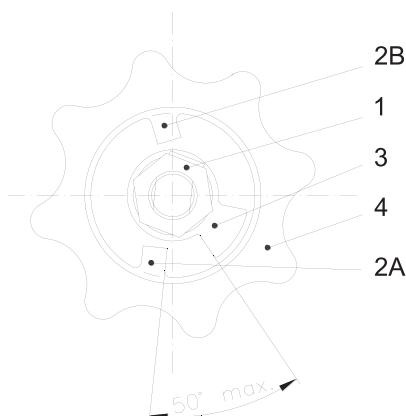

Рисунок 10.
Упор (3) и зуб на ручном колесе (2A или 2B) ограничивают аксиальный люфт в тормозе. Угол между упором и зубом установлен производителем на 50° - см. Рисунок 10. Если угол превышает значение 50° во время использования тормозного устройства, тормоз должен быть отрегулирован заново. Регулировка тормозов производится на подвешенной за верхний крюк рычажной тали. Регулировка должна быть проведена следующим образом: Открутите гайку (1) снимите и поверните упор (3) таким образом, чтобы между одним из зубов (2A или 2B) и упором был установлен требуемый угол. В случае, если это не удается сделать, демонтируйте ручное колесо (4) и поверните его таким образом, чтобы после установки упора (3) был требуемый угол с одним из зубов (2A или 2B). Проверьте работу тормоза при помощи подходящего груза.